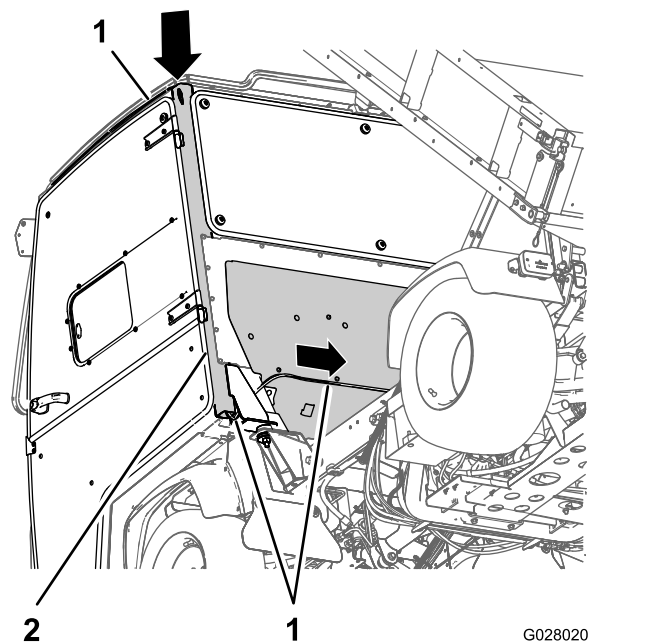

Figure 27
3. Faites passer le connecteur à 2 douilles du faisceau par l'ouverture au sommet du montant B côté conducteur du cadre de la cabine, et faites-le descendre dans le cadre (Figure 27).